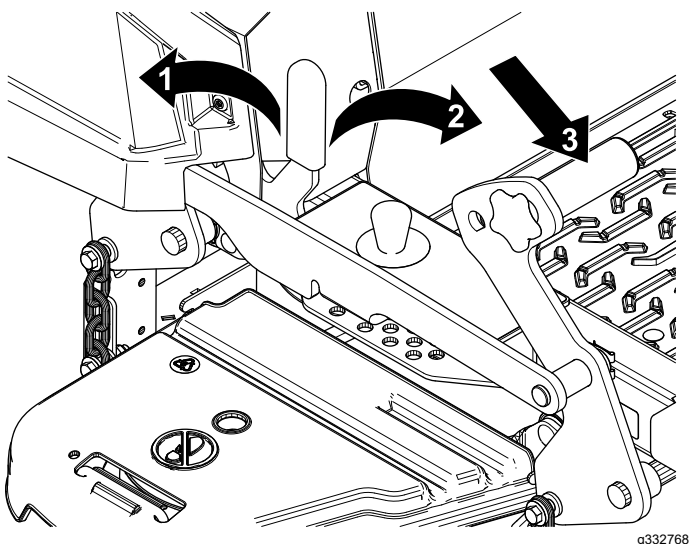

Figura 29
1. Apăsai complet în față pedala pentru ridicarea punii pentru a bloca puntea mainii de tuns iarba în poziția de TRANSPORT (Figura 29).
2. Apăsai în față pedala pentru ridicarea punii i împingei în față mecanismul de blocare pentru transport în poziția DEBLOCARE, apoi coborâi uor puntea mainii de tuns iarba. (Figura 29).